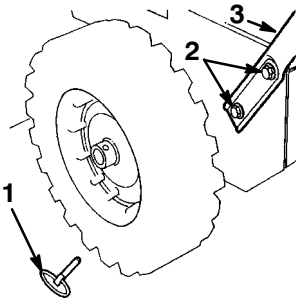

Bild 2
- Entfernen Sie die Achszapfen an beiden Rädern (Bild 2) und schieben die Räder um ungefähr 2,5 cm auf der Achse nach außen.
- Positionieren Sie den linken Griff an der linken Seite der Schneefräse, richten die Griffbefestigungslöcher auf die Löcher in der Seitenplatte aus und befestigen den Griff mit zwei Innensechskantschrauben sowie Spannscheiben per Hand (Bild 2).